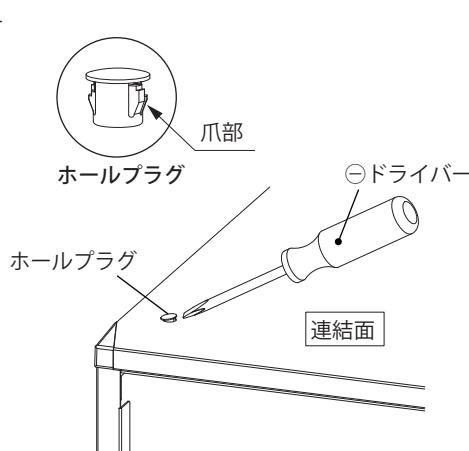

図 7
- ラック内側から連結面のホールプラグ（4か所）を指で押しながら、ラック外側のホールプラグの爪部（2か所）を \ominus ドライバーで押して取り外してください。（図 7）